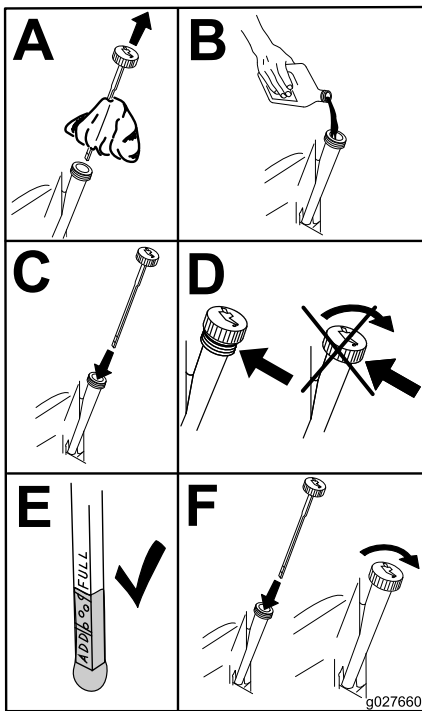

Figura 55
6. Vierta lentamente un 80% aproximadamente del aceite especificado por el tubo de llenado, luego añada lentamente el resto del aceite hasta que llegue a la marca de Lleno (Figura 55).